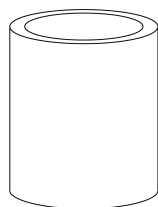

Figure 3 : Accessoire de sertissage Qualcrimp
■ Afbeelding 3: Qualcrimp krimpaccessoire
■ Abbildung 3: Qualcrimp Crimp-Zubehör